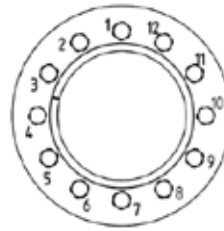

Fig. 5.10.5
- fermer par clé dynamométrique – équilibré à un valeur approximativement supérieure du 5% par rapport à celle prévue dans le tab. 5.10.1 – le vis de la frette de serrage de façon graduelle et uniforme, avec séquence continue (pas en croix) voir fig. 5.10.5 et en plus de phases (environ 1/4 tour pour chaque passage) jusqu'à ce que la rotation d' 1/4 tour n'est plus possible;